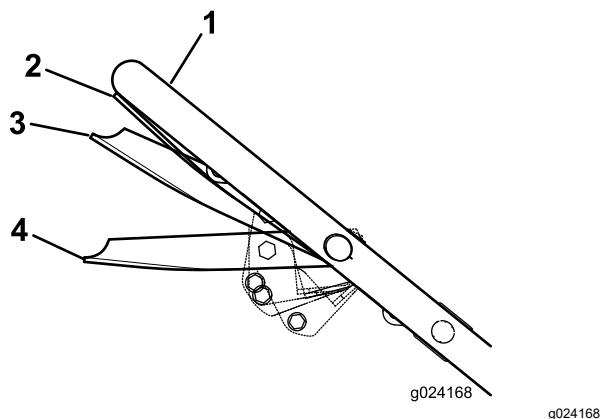

Figure 20
- Serrez la barre de commande contre le guidon en position Marche/Déplacement (Figure 20).
Important: Ne changez pas de vitesse lorsque vous serrez la barre de commande contre le guidon en position Marche/Déplacement au risque d'endommager la transmission. Placez la barre de commande en position Marche/Change (Figure 20) pour changer de vitesse de déplacement.